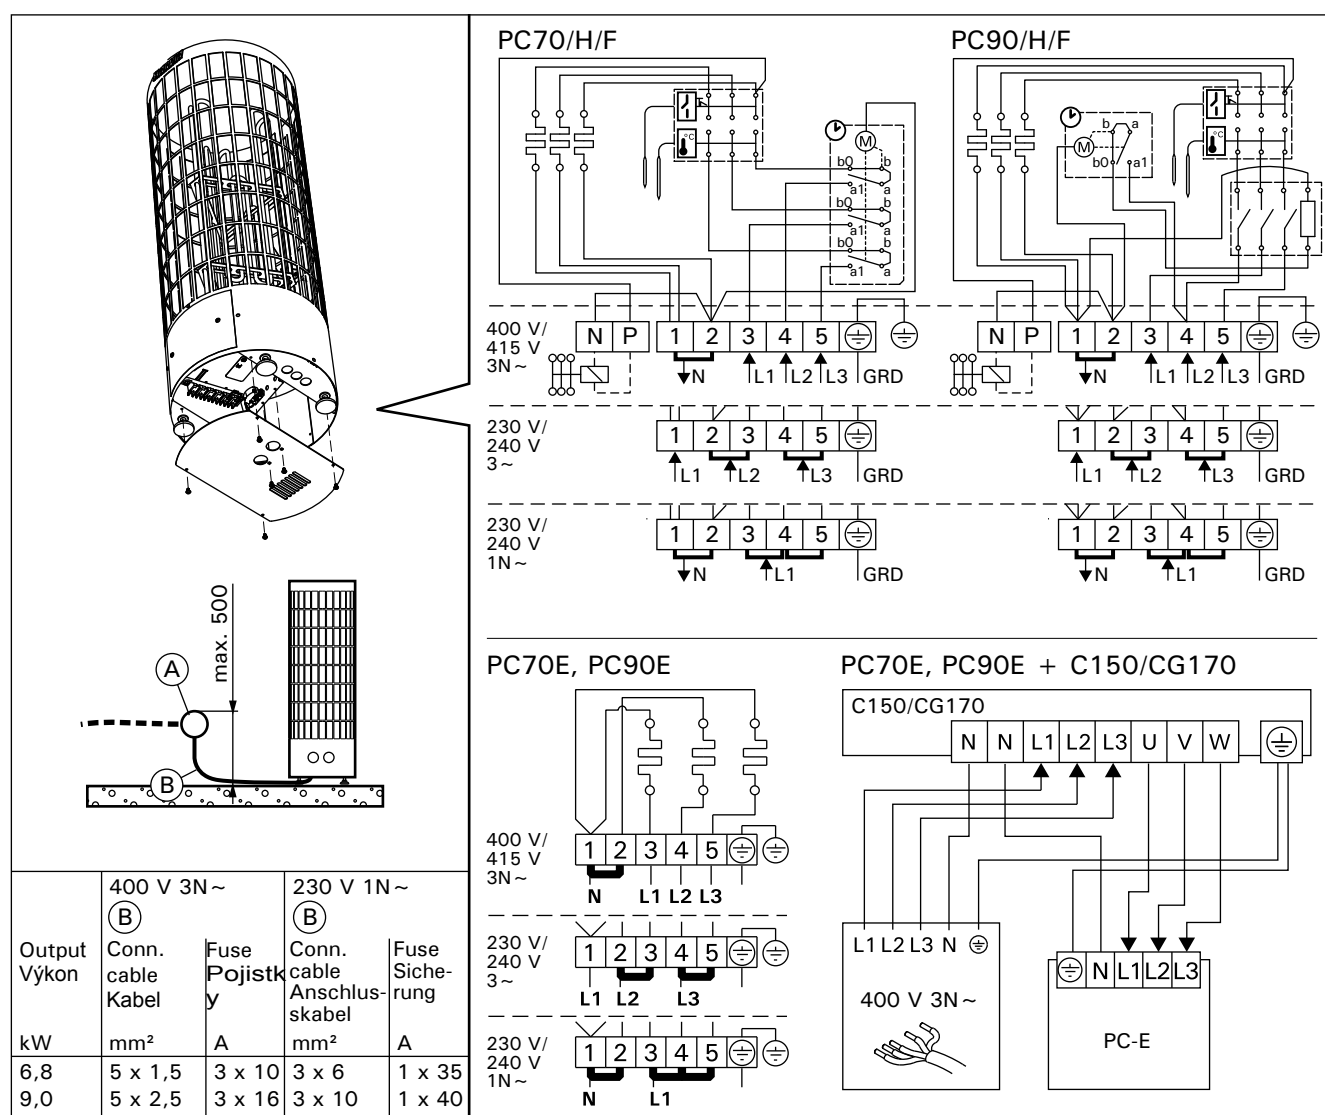

Figure 7. Electrical connections
- The heater is semi-stationarily connected to the junction box (figure 7: A) on the sauna wall. The junction box must be splash-proof, and its maximum height from the floor must not exceed 500 mm.
- The connecting cable (figure 7: B) must be of rubber cable type H07RN-F or its equivalent.
- Der Saunaofen wird halbfest an die Klemmdose (Abb. 7: A) an der Saunawand befestigt. Die Klemmdose muß spritzwasserfest sein und darf höchstens 500 mm über dem Fußboden angebracht werden.
- Als Anschlusskabel (Abb. 7: B) wird ein Gumikabel vom Typ H07RN-F oder ein entspre-
- In addition to supply connectors, the PC/-H/-F heaters are equipped with a connector (P), which makes the control of the electric heating possible (figure 7). Voltage control is transmitted from the heater when it is switched on. The control cable for electrical heating is brought directly into the junction box of the heater, and from there to the terminal block of the heater along a rubber cable with the same cross-section area as that of the connecting cable.
- Die PC/-H/-F-Saunaöfen sind zusätzlich zum Netzanschluss mit einer Klemme (P) ausgestattet, welche die Möglichkeit zur Steuerung der Elektroheizung bietet (Abb. 7). Der Ofen übernimmt mit dem Einschalten die Spannungsregelung. Das Steuerungskabel für die Elektroheizung wird direkt zur Klemmdose des Saunaofens gelegt und von dort aus durch ein Gummikabel der gleichen Stärke weiter zur Reihenklemme des Saunaofens geleitet.